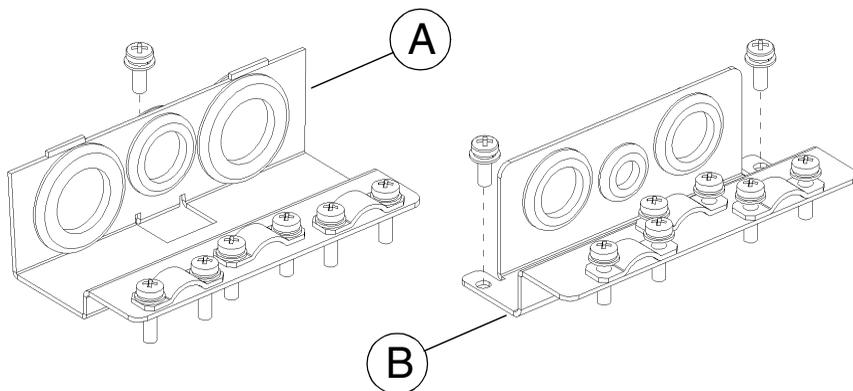

Figura 17 Piastra con passacavi per **cavi di alimentazione (A)** e **cavi di controllo (B)**, convertitori di frequenza tipo IP 21 / NEMA1.
Piastra con passacavi per cavi di controllo (B), vedere la Figura 17.